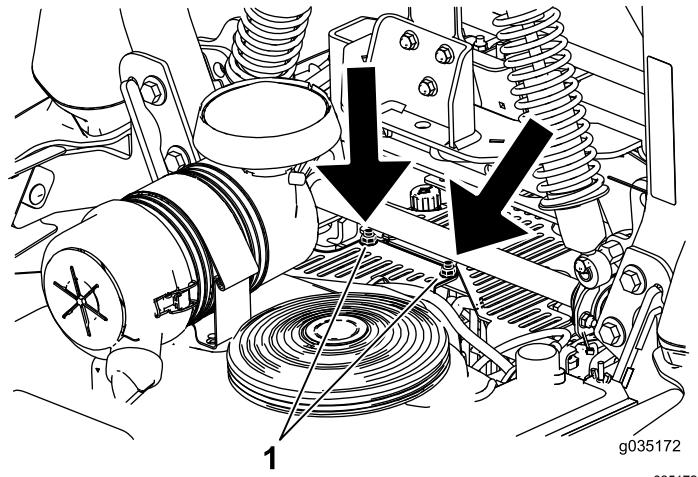

Bild 60
3. Entfernen Sie die zwei Muttern, die in Bild 60 abgebildet sind, um die Haube der Hydraulikanlage abzunehmen.
- Setzen Sie die linke Haube der Hydraulikanlage auf (Bild 60).